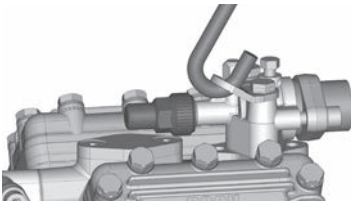
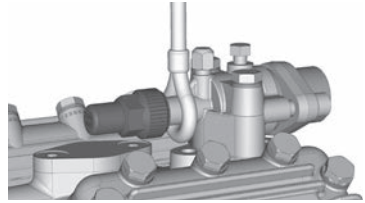

Fig. 4
Fig. 5
- El compresor puede transportarse o elevarse mediante la armella de transporte (fig. 4), o directamente mediante la válvula de corte de presión (fig. 5).